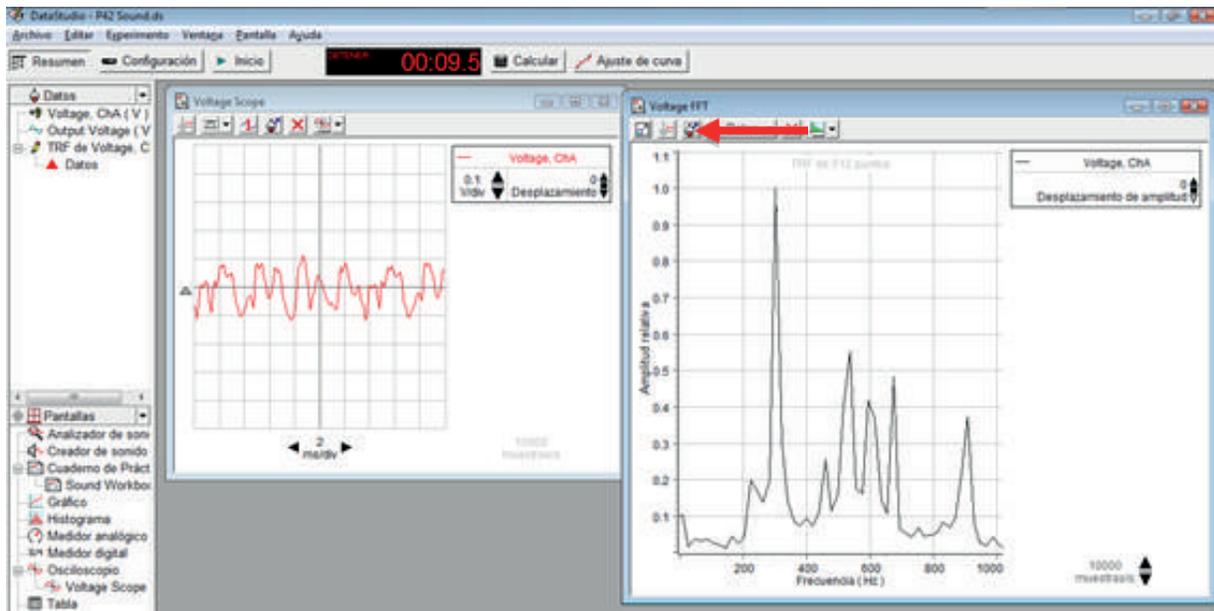

Figura 10.11. "Transferencia de datos"
k) Pulse el botón transferir datos señalado en la figura 10.11, y se generarán los datos de la grabación que acaba de realizar, aparecerá un icono en el menú superior izquierdo con el nombre "Datos".